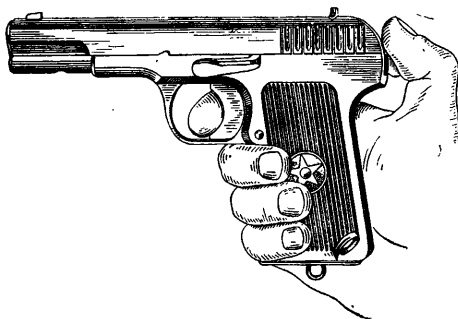

Рис. 97. Как спустить курок
3) спустить курок: удерживая пистолет в правой руке, наложить большой палец этой руки на головку курка, а указательным пальцем нажать на спуск и, придерживая курок, плавно спустить его (рис. 97);